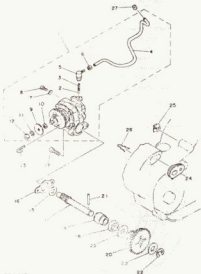
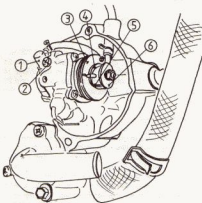

Bild 147
Bild 149
Teil 20 in Bild 147
Die Ölpumpen-Antriebswelle trägt an ihrem in die Ölpumpe hineinragenden Zapfen ein eingängiges Schneckenkengewinde, welches mit einem Schneckenrad im Gehäuse der Ölpumpe kämmt, das 84 Zähne hat. Die Nabe des Schneckenrades ist als Nockenscheibe ausgebildet: Dreht sich das Schneckenrad, wird ein Kolben gegen die Kraft einer Feder (innere Feder) angehoben, in Blickrichtung auf die Pumpe nach rechts. Der Raum, den der Kolben dabei in seinem Zylinder freigibt, füllt sich mit Öl. Ist der Nocken abgelaufen, drückt die innere Feder den Kolben in seine Ausgangsstellung zurück und dadurch das Öl aus dem Pumpenzylinder heraus. Das gelingt ihr jedoch nur zum Teil: Sie wird durch eine stärkere Feder (äussere Feder), die auf die Steuerwalze der Ölpumpe drückt, daran gehindert, weil die Anschlagplatte 9 in Bild 147 schon nach kurzem Kolbenweg (zwischen 0,1 und 2 mm) an der Schaltwalze anstösst. Verdreht man die Steuerwalze mit Hilfe des Gasdrehgriffs, wird die äussere Feder zusammengedrückt.
- Gasdrehgriff in Leerlaufstellung bringen. Man meint, die Steuerwalze der Ölpumpe würde die Anschlagplatte berühren, so dicht fährt sie an diese heran. Doch muss ein für das Auge nicht sichtbarer Spalt von 0,1 mm Dicke offen bleiben. Das muss mit Hilfe einer Fühllehre geprüft werden. Wenn kein Spalt fühlbar ist, bekommt der Motor im Leerlauf kein Öl und im Teillastbereich zu wenig Öl. Wenn der Spalt grösser als 0,1 mm ist, bekommt der Motor im Leerlauf und im Teillastbereich zuviel Öl. Das Spaltmass lässt sich dadurch korrigieren, dass Mutter 12 in Bild 147 abgeschraubt, Federring 11 abgenommen und Anschlagplatte 9 abgenommen werden. Darunter liegen eine oder mehrere Distanzscheiben. Durch die Änderung der Zahl und/oder Dicke dieser Distanzscheiben wird das Spaltmass auf möglichst genau 0,1 mm gebracht (siehe hierzu Bild 149).